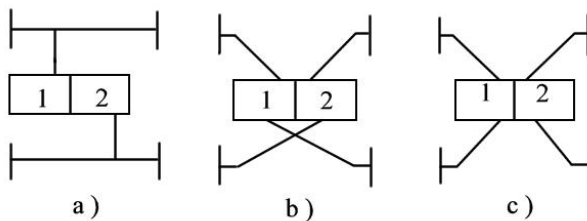

图4-2 三种不同的双回路制动系统
- (1) 同步附着系数；
- (2) 在  $\varphi = 0.7$  路面上的制动效率；
- (3) 汽车此时能达到的最大制动减速度（指无任何车轮抱死时）；
- (4) 若将该车改为双回路制动系统，只改变制动的传动系统，如图 4-2 所示，制动系统其他参数不变。设总制动力与总泵输出管路压力之比称为制动系统增益，并令原车单管路系统的增益为  $G'$ 。确定图中各种双回路制动系统的增益，确定各种双回路制动系统的一个回路失效时的制动系统增益。
(5) 计算在  $\varphi = 0.7$  的路面上，上述各种双回路系统在一个回路失效时的制动效率及其能达到的最大制动减速度。
(6) 比较各种双回路系统的优点。